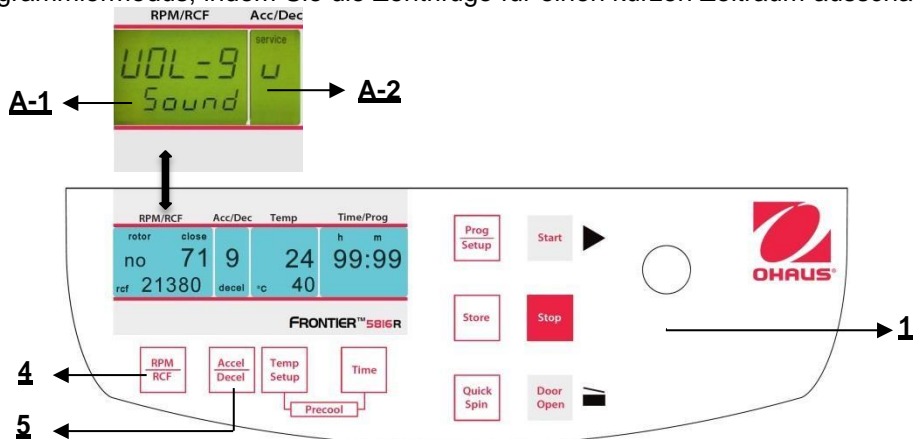

Abbildung. 36
Fahren Sie fort wie unter Punkt 4.1.1 beschrieben, um in den Programmmodus einzutreten und drücken Sie dann die Taste "**Accel/Decel**" (5). Auf der Anzeige "**Acc/Dec**" (A-2) blinkt das Wort "**Service**". Wählen Sie nun den Buchstaben "**U**" mit Hilfe des Anpassungsknopfes (1). Als Ergebnis erscheinen auf der Anzeige "**RPM | RCF**" (A-1) die Worte "**Vol=0- 9/Sound**". Nach dem Drücken der Taste "**RPM | RCF**" (4), können Sie die gewünschte Lautstärke zwischen 0 (leise) und 9 (laut) mit dem Anpassungsknopf (1) anpassen (siehe Abbildung 36).